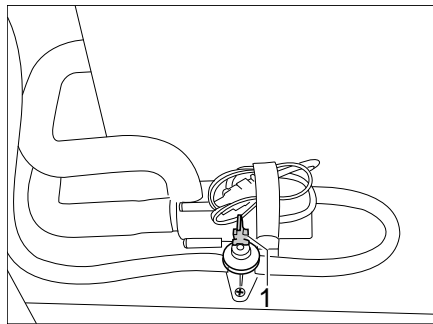

Bild 188 Ablasshahn
- Ablasshahn schließen. Dazu den Kipphebel (Bild 188,1) waagrecht stellen.
- Ablasshahn (Bild 188) öffnen. Dazu den Kipphebel (Bild 188,1) senkrecht stellen. Der Boiler wird über den Ablasshahn nach außen entleert.